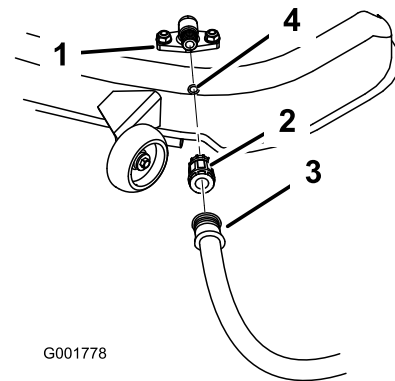

Figure 55
- Vissez le raccord de flexible à l'embout de lavage du carter de tondeuse et ouvrez l'eau en grand (Figure 55).